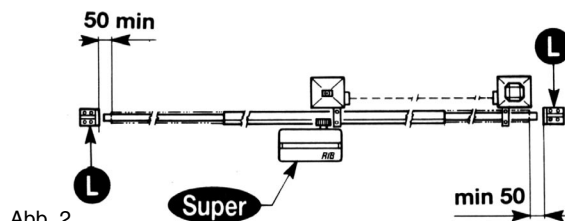

Abb. 2
- Ausser der elektrischen und mechanischen Endschanter, die mit der Steuerung verbunden werden ist es ratsam einen festen Endanschlagpunkt am Boden zu befestigen. Der im gegeben Fall einer Fehlfunktion der elektronik den Antrieb mit seinen kinetischen und statischer Groesse zum halten bringt (12)(Bild 2).
Es ist notwendig, am Ende der Führung zwei mechanische Stoppvorrichtungen zu befestigen (12) (Abb. 2).